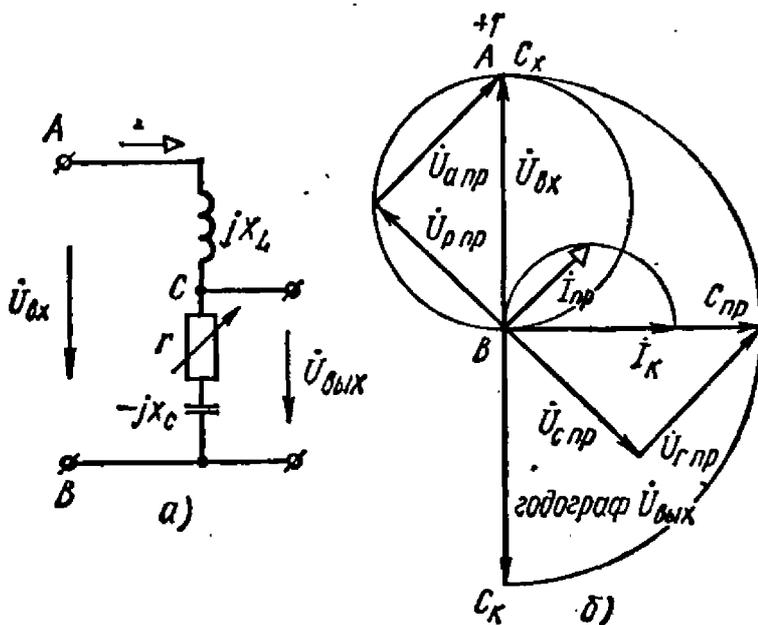

Рис. 3.45
3.45. На рис. 3.45, а приведена схема простейшего фазовращателя напряжения. Построить годограф вектора выходного напряжения $\vec{U}_{вых}$ и определить диапазон регулирования его фазы. Параметры цепи: $x_L = 2x_C$, r изменяется от 0 до ∞ .
Решение. Строим годограф вектора тока \dot{I} (рис. 3.45, б), причем $\dot{I}_K = \frac{\dot{U}_{ВХ}}{j(x_L - x_C)} = \frac{\dot{U}_{ВХ}}{jx_L/2} = \frac{\dot{U}_{ВХ}}{jx_C}$.
Режимы: 1) короткого замыкания, $r=0$, $\dot{U}_{ВЫХ К} = \dot{U}_{СК} = -jx_C \dot{I}_K = -\dot{U}_{ВХ}$, точка C_K (рис. 3.45, б);
2) холостого хода, $r = \infty$, $I=0$, точка C_X совпадает с точкой A (рис. 3.45, б);
Напряжение на конденсаторе $U_{с. пр} = U_{р. пр} = U_{а. пр}$, $\dot{U}_{ВЫХ. пр} = \dot{U}_{с. пр} + \dot{U}_{р. пр} = U_{ВХ} e^{-j\pi/2}$, точка $C_{пр}$ (рис. 3.45, б).